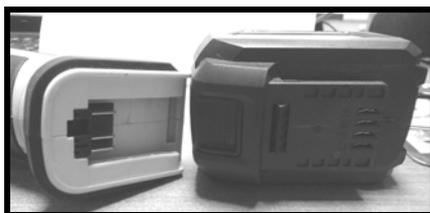

Рис.6
3.1. Установка аккумулятора (Рис.6, 6а,6б).
Рис.6а
Рис.6б